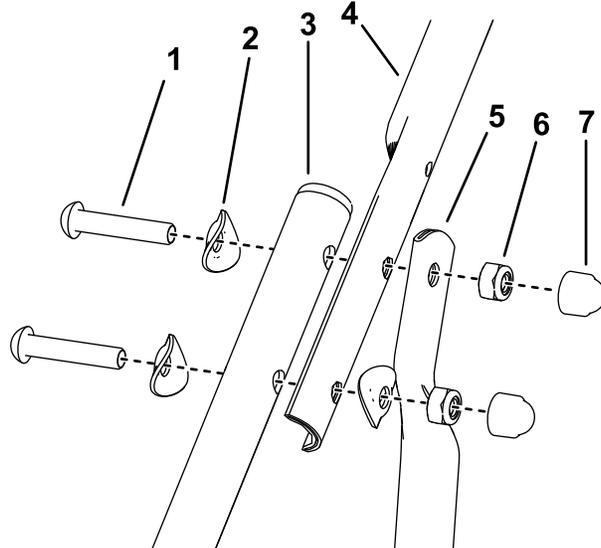

**Рисунок 4**
3. Прикрепите нижние части подпорок рукоятки к каждой стороне деки газонокосилки с помощью болта, плоских шайб на внутренней и наружной сторонах деки и контргайки (Рисунок 4).